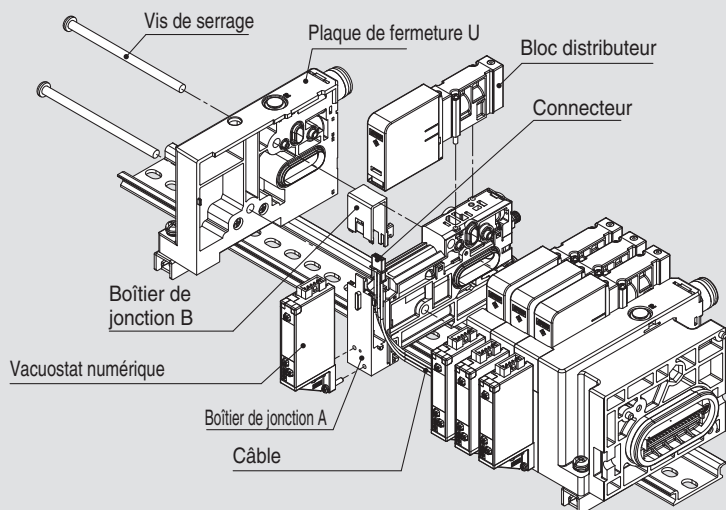

Fig. 1
- 4) Retirez le vacuostat le cas échéant. (Veillez à ne pas faire tomber le joint torique. Reportez-vous à **Fig. 1**.)
- 2) Retirez les vacuostats le cas échéant. (Veillez à ne pas faire tomber le joint torique. Reportez-vous à **Fig. 1**.)